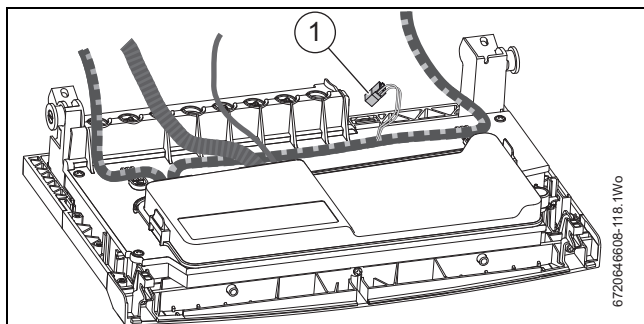

Fig. 38 Conector no usado
Véase la fig. 38. El conector (1) en el cableado no posee ninguna función en este aparato.